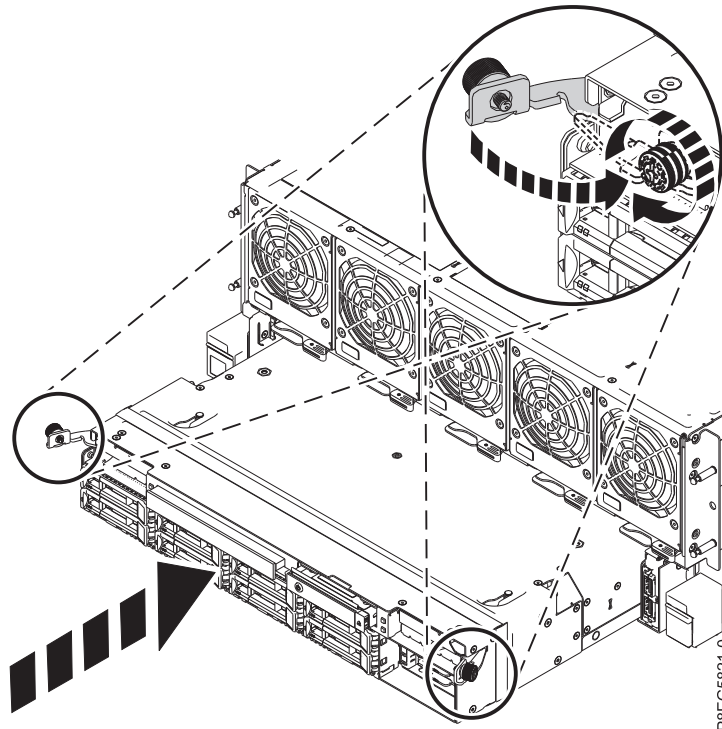

Figura 14. Substituindo o painel traseiro da unidade de disco na frente do chassi do sistema
3. Pressione as travas e aperte os parafusos de aperto manual, conforme mostrado em Figura 14 na página 14.